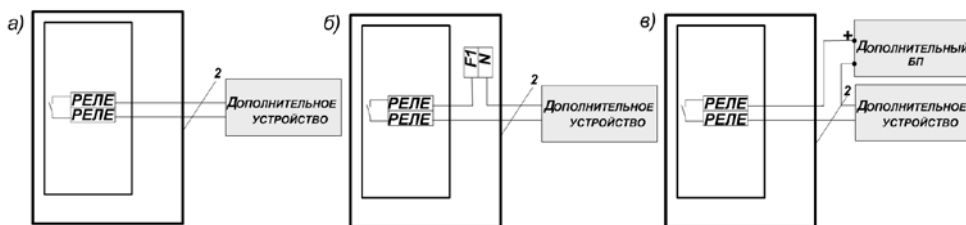

Рис.1
4.1 На внутренней стороне передней крышки и задней стенке металлического бокса находится рисунок, изображающий элементы коммутации и управления, которые определяют режим работы изделия. Вид рисунка изнутри приведен в Приложении Б к данному руководству (смотри Рис.1 для пульта «Сигнал-6»).
- разметить и просверлить на монтируемой поверхности 3 крепежных отверстия диаметром 8 мм в соответствии с Приложения В, Рис.1;
Электрический монтаж рекомендуется выполнять согласно Рис.1 Приложения Б в приведенной ниже последовательности:
2.2.5 Подключить дополнительное устройство (пульт централизованного наблюдения (ПЦН), сигнальное табло, светозвуковой оповещатель и т.п.) соответственно к клеммам «РЕЛЕ». Варианты подключения дополнительных устройств к релейному выходу пульта «Сигнал-6» приведены на Рис. 1